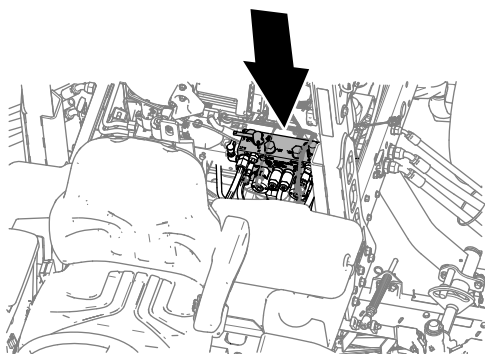

Рисунок 167
- Поверните передний, задний или оба рычага заточки обратным вращением в положение R (обратное вращение для заточки) (Рисунок 167).